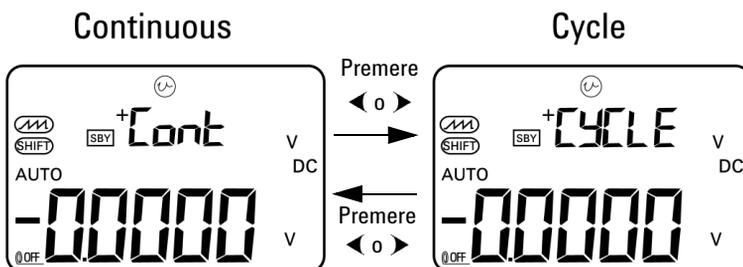

Figura 2-4 Selezione della modalità di uscita a rampa automatica
- 4 Dopo aver selezionato la funzione  richiesta, premere **< o >** per selezionare una delle due modalità: continua o ciclo. Il display secondario indicherà rispettivamente **Cont** o **CyCLE** (Figura 2-4 a pagina 38).